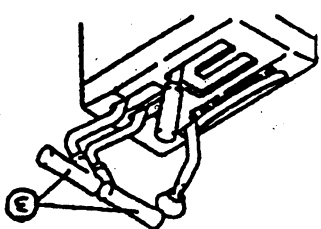

Рис. 2-6.
2.2.1.3. Рычаг рулевого управления (3) (Рис. 2-6)